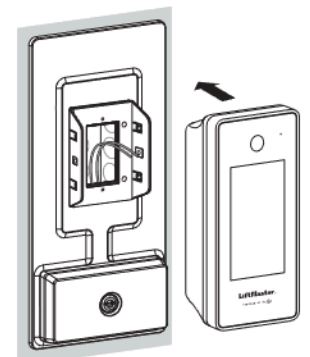

Figure 4
8. Suivez le manuel du CAPXS pour terminer l'installation. (Voir figure 4)